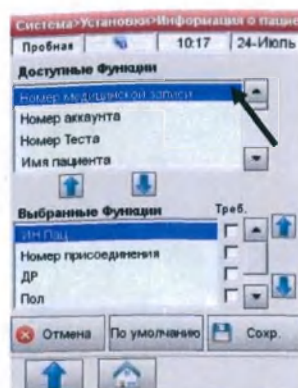

Рис.3-16 Информация о пациенте
В окне **<Информация о Пациенте>**, вы можете настроить список данных о пациенте (Рис.3-16).
1. Чтобы добавить entry options в список, выберите нужную опцию в поле **<Доступные функции>** на верхней половине экрана. (Рис.3-16). Нажмите **<Вниз>** , чтобы добавить эту опцию в ваш список в поле **<Выбранные функции>** внизу.